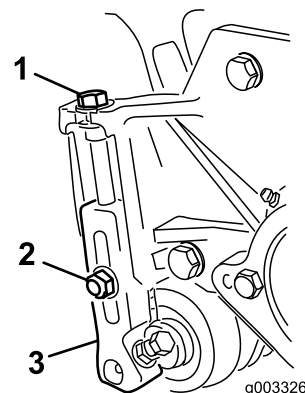

Bild 11
3. Lösen Sie die Sicherungsmuttern, mit denen die Schnitthöhenhalterungen an den Seitenplatten des Mähwerks befestigt sind (Bild 11).